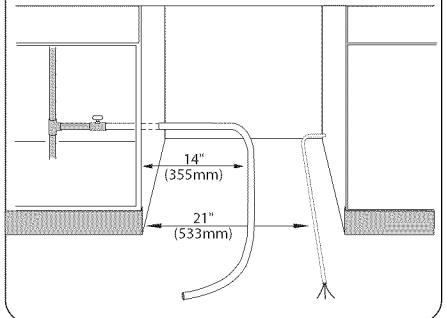

Figure 18/Illus. 18
- 1) Straighten and position the hot water supply line and the electrical supply cable as shown in Figure 18 so that they will align with their channels under the dishwasher base.
- 1) Placer et positionner les canalisations en eau chaude et électrique comme à la figure 18 pour qu'elles s'alignent avec les rainures sous la base du lave-vaisselle.
- 1) Enderece y acomode el tubo de alimentación de agua caliente y el cable de alimentación eléctrica como muestra la Ilustración 18 de modo que queden en línea con sus propios canales en la base de la lavadora.